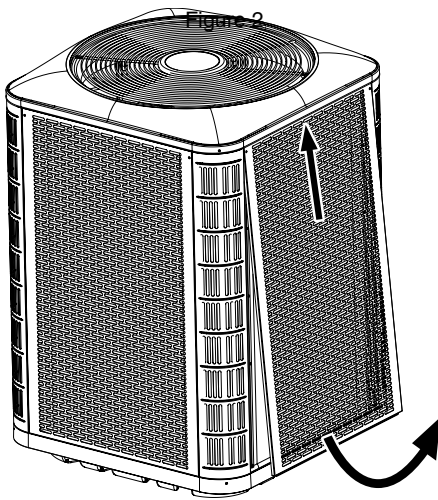
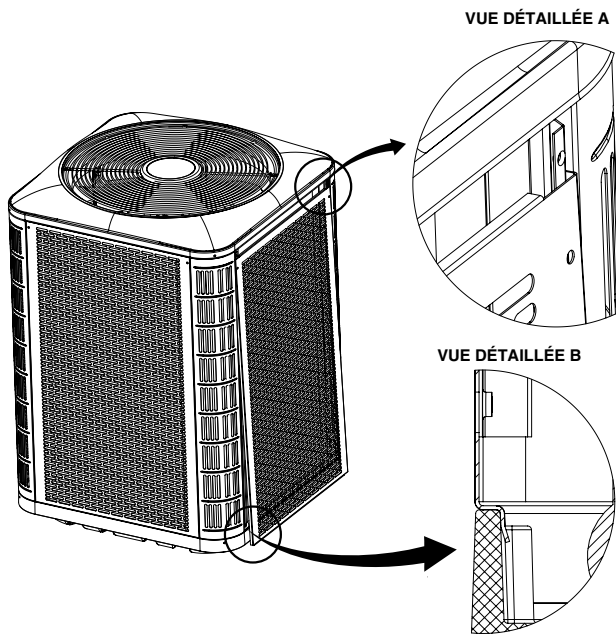

Figure 2. Désassemblage du panneau
Figure 3. Installation du panneau
- Pour accéder aux composantes internes de l'appareil, consultez la Figure 2, (page 6) pour désassembler le panneau et la Figure 3, (page 6) pour installer le panneau.
2. Glissez le panneau vers le haut et le bac supérieur pour dégager la bride inférieure du bac inférieur. Voyez la Figure 2.
1. Insérez les coins supérieurs des brides latérales du panneau dans les rainures du montant de coin, tel que montré au Détail A de la Figure 3.